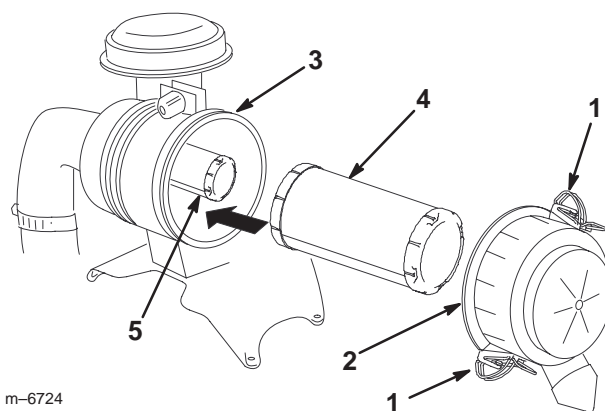

Figure 34
2. Ouvrez les fixations du filtre et ôtez le couvercle du corps du filtre (Fig. 34).
4. Sortez l'élément primaire du corps du filtre avec précaution (Fig. 34). Évitez de cogner l'élément à l'intérieur du corps.
2. Si vous remplacez l'élément de sécurité, insérez-le avec précaution dans le corps du filtre (Fig. 34).
3. Installez ensuite l'élément primaire sur l'élément de sécurité avec les mêmes précautions (Fig. 34). Assurez-vous qu'il est bien engagé en appuyant sur le rebord extérieur de l'élément quand vous l'installez.
4. Reposez le couvercle, le côté portant l'inscription **UP** étant tourné vers le haut, et verrouillez les fixations (Fig. 34).